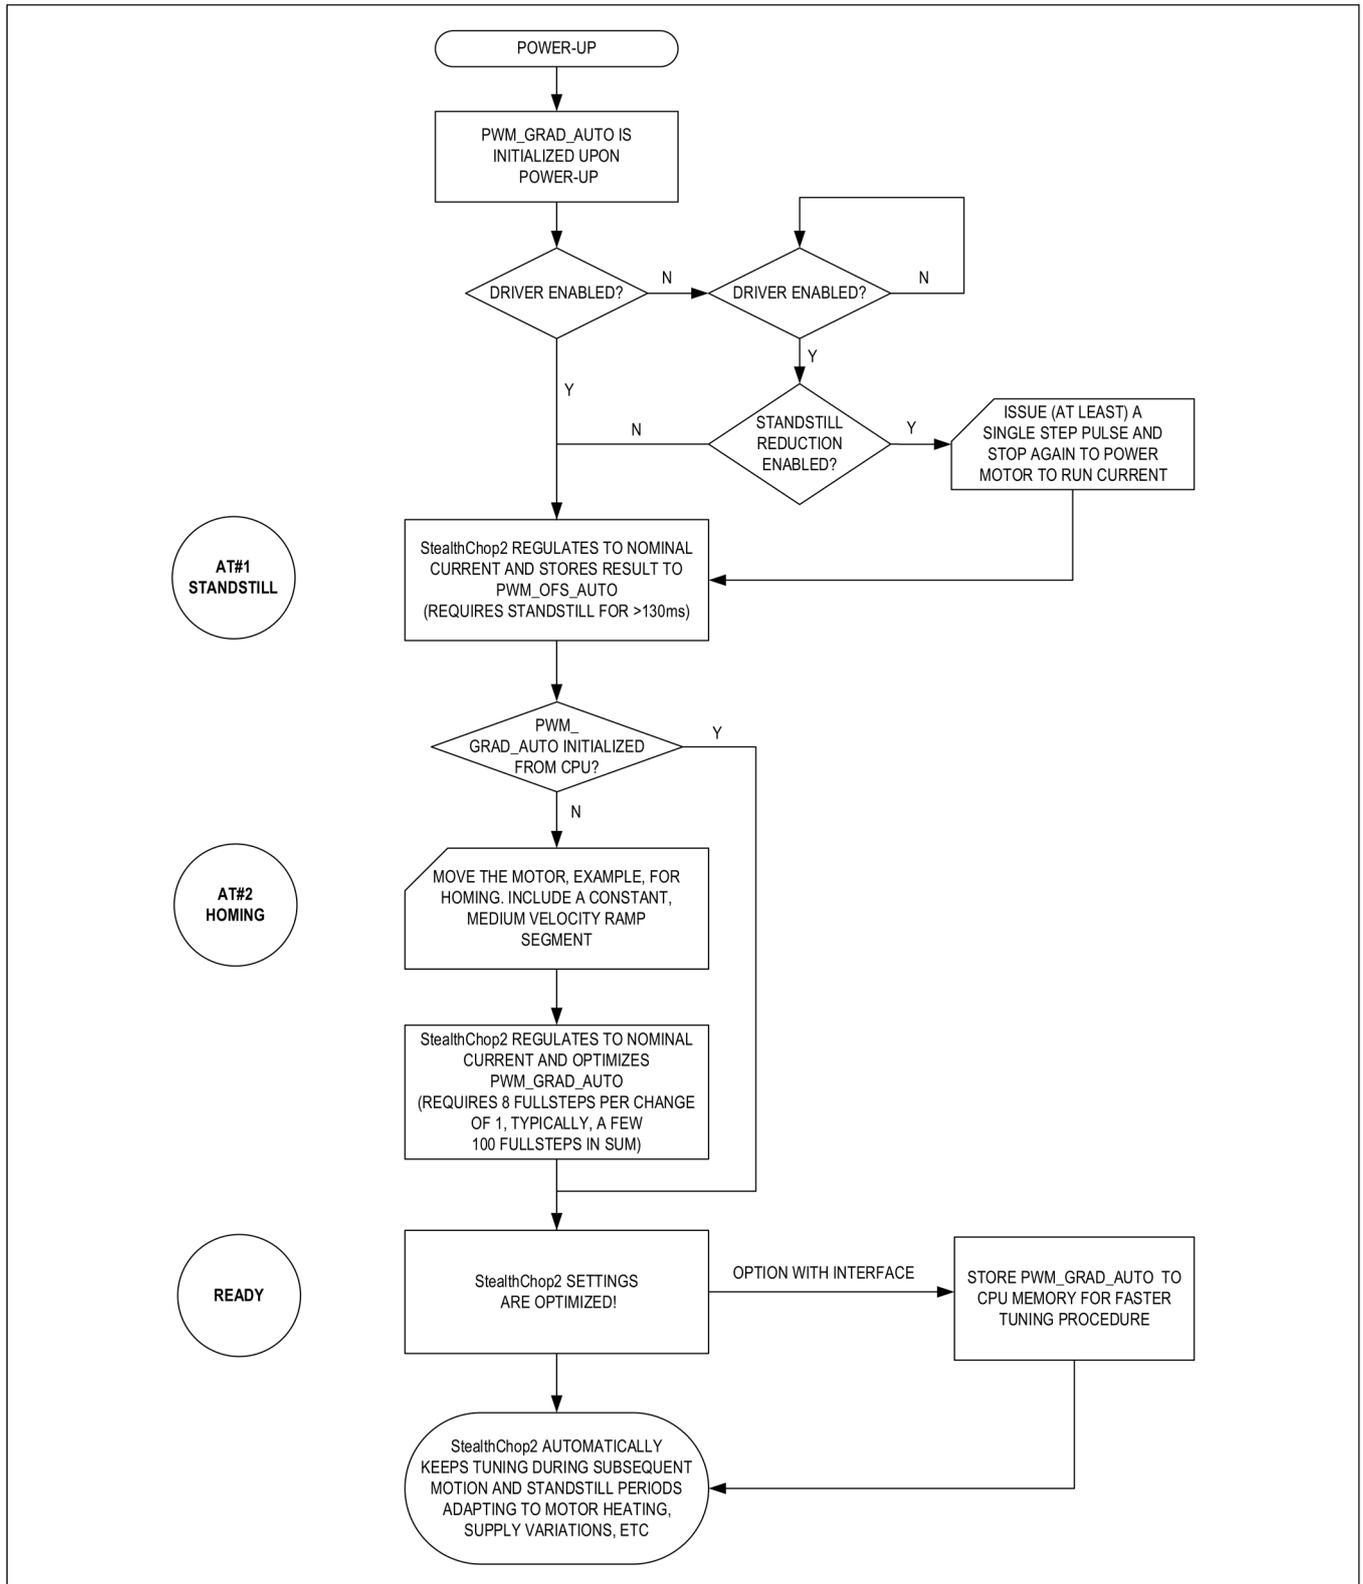

図 7. StealthChop2 の自動調整手順
StealthChop2 には自動調整 (AT) プロシージャが内蔵されており、極めて重要な動作パラメータを自動的にモーターに適用します。したがって、StealthChop2 では、高いモーター・ダイナミクスが可能で、モーターを非常に小さな電流までパワー・ダウンできます。最良の結果を得るために考慮すべきステップはわずか 2 つです。まず、停止状態からモーターを始動します。ただし、公称稼働電流を供給します (AT#1)。次に、モーターを例えばホーミング・プロシージャの一部として、中間速度にします (AT#2)。図 7 のフローチャートに、この調整プロシージャを示します。